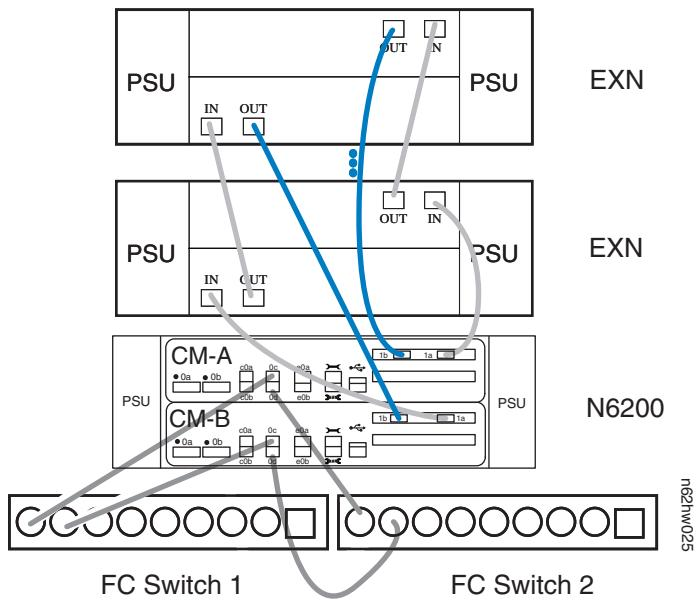

图 10. 将 N6200 系列系统扩展适配器用电缆连接到存储扩展单元
8. 如第 18 页的图 10 所示, 将顶部控制器模块 (CM-A) 的双端口扩展适配器端口 1b 用电缆连接到最后一个存储扩展单元通道 B ESH4 或 AT-FCX OUT 端口。
9. 如第 18 页的图 10 所示, 将底部控制器模块 (CM-B) 的双端口扩展适配器端口 1b 用电缆连接到最后一个存储扩展单元通道 A ESH4 或 AT-FCX OUT 端口。